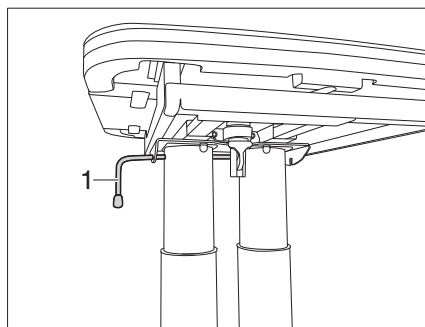

Fig. 105 Bloccaggio del tavolo
- Ruotare la leva di serraggio (Fig. 105,1) in senso antiorario. Il bloccaggio è aperto.
- Ruotare la leva di serraggio (Fig. 105,1) in senso orario. Il tavolo di sollevamento è bloccato.